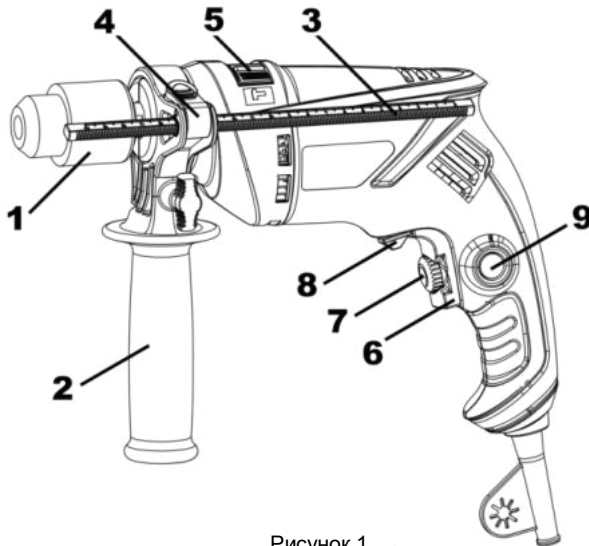

Рисунок 1
Виріб має два режими свердління: ударно-обертальний і обертальний. Перемикач режимів роботи виробу здійснюється переведенням перемикача (5) (див. рис.1) у крайні позиції до відповідного символу режиму роботи:
- ударно-обертальний режим - перемикач (5) повинен бути переведеним до упору у бік символу **T**;
- обертальний режим - перемикач (5) повинен бути переведеним до упору у бік символу **A**.
4.2 Виберіть необхідний режим роботи виробу за допомогою перемикача (5) (див. рисунок 1). Перемикач режимів роботи виробу здійснюється переведенням перемикача (5) (див. рис. 1) з одного крайнього положення в інше в бік відповідного символу режиму роботи:
- обертальний режим - перемикач (5) повинен бути переведеним до упору у бік символу **2**.